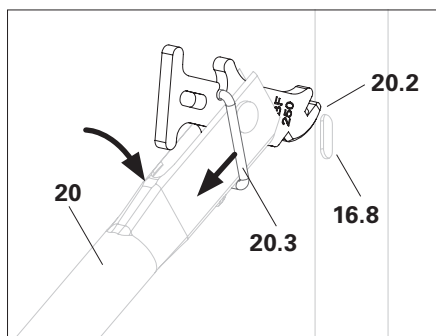

Bild A5.05
2. Lyft vertikal diagonal EBF (20) på den andra sidan upp till långhålet.
3. Skjut säkringsring uppåt, vrid med diagonaltoppen (20.2) och för den i långhålet (16.8) på Easy-ramen EVF. (Bild A5.05)